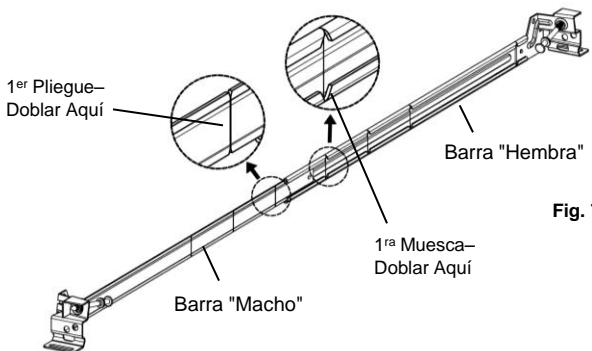

Fig. 7
1. Abre las barras lo más posible. (Fig. 7)
2. Dobla hacia adelante y hacia atrás en el 1er pliegue desde el centro, la barra "macho" de cada barra para colgar, hasta que se separe. Dobla la barra "hembra" hacia adelante y hacia atrás, en la 1ª muesca desde el centro, hasta que se separe. (Fig. 7)